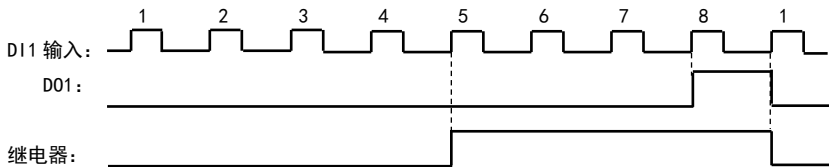

图 6-10 设定计数次数与指定计数次数示意图
- 设定计数次数是指从 DI1 输入多少个脉冲时, 被编程为“设定计数值到达”功能的输出端子 (D01 端子或继电器) 输出一个计数宽度的脉冲。计数值到达“设定次数”后, 计数重新开始。如图 6-10 所示: 若 F313=1、F314=8, F301=8, 当 DI1 输入第 8 个脉冲时, D01 输出一个指示信号。
如图 6-10 所示: 若 F313=1、F314=8, F315=5, F300=9, 当 DI1 输入第 5 个脉冲时, 继电器输